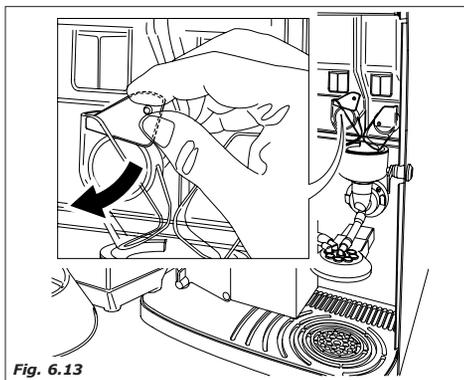

Fig. 6.13
– Antes de retirar o recipiente abaixar a portinhola para evitar uma saída acidental do produto solúvel (fig. 6.13).